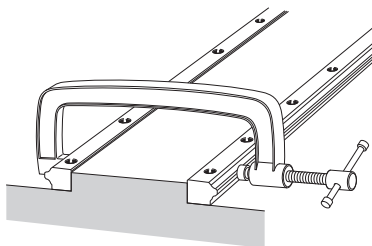

図22
(2) ベースの取付面に小型バイスなどを利用して、基準面に密着するように押しあてて、取付ボルトを推奨のトルク(図1-101参照)で締付けます。(図22)